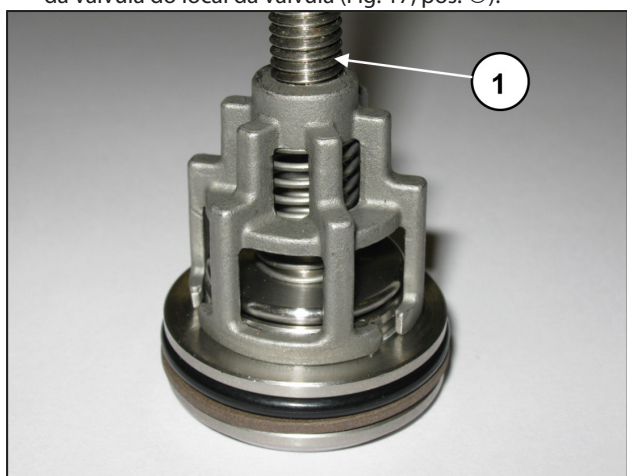

Fig. 17
- Desmonte os grupos da válvula de aspiração e de descarga, apertando um parafuso M10 o máximo possível, de modo a poder agir na placa da válvula e extrair a guia da válvula do local da válvula (Fig. 17, pos. ①).